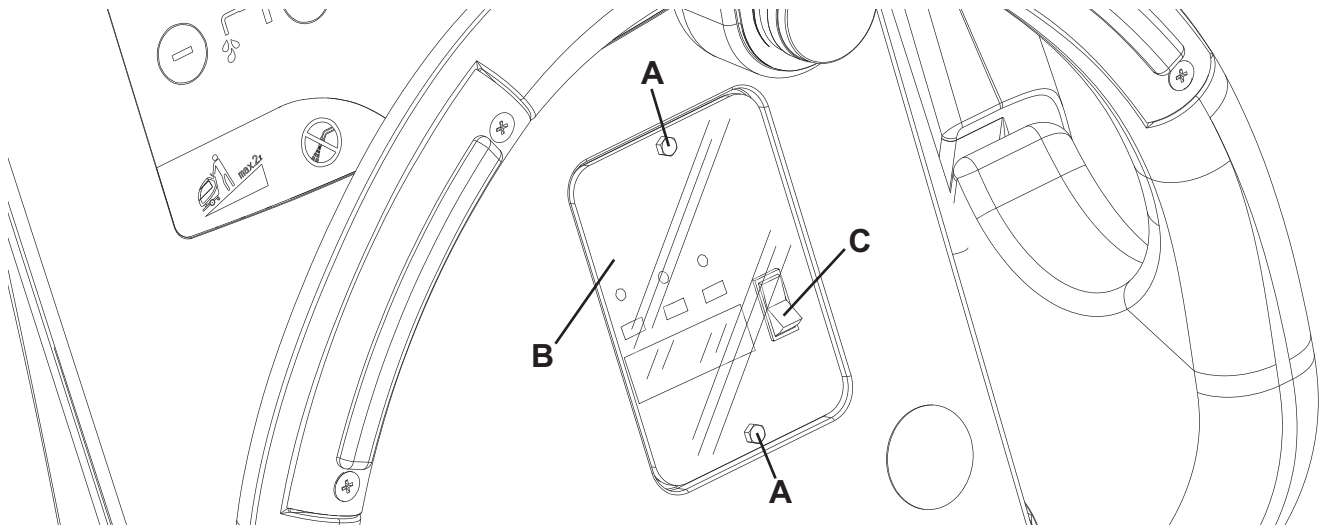

Abbildung 1
7. Die Schrauben (A, Abb. 1) des Ladegerätsichtfensters entfernen.
8. Das Sichtfenster (B) entfernen.
9. Den Wählschalter (C) auf WET für Bleibatterien oder auf GEL für Gelbatterien stellen.
10. Das Sichtfenster (B) installieren und die Schrauben (A) anziehen.